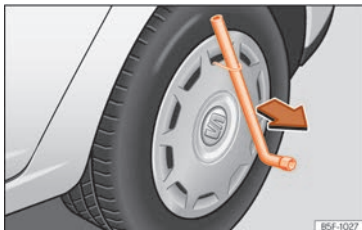

Fig. 72 Retirer l'enjoliveur intégral.
- Retirez l'enjoliveur intégral de la roue à l'aide de l'étrier métallique » » fig. 72.